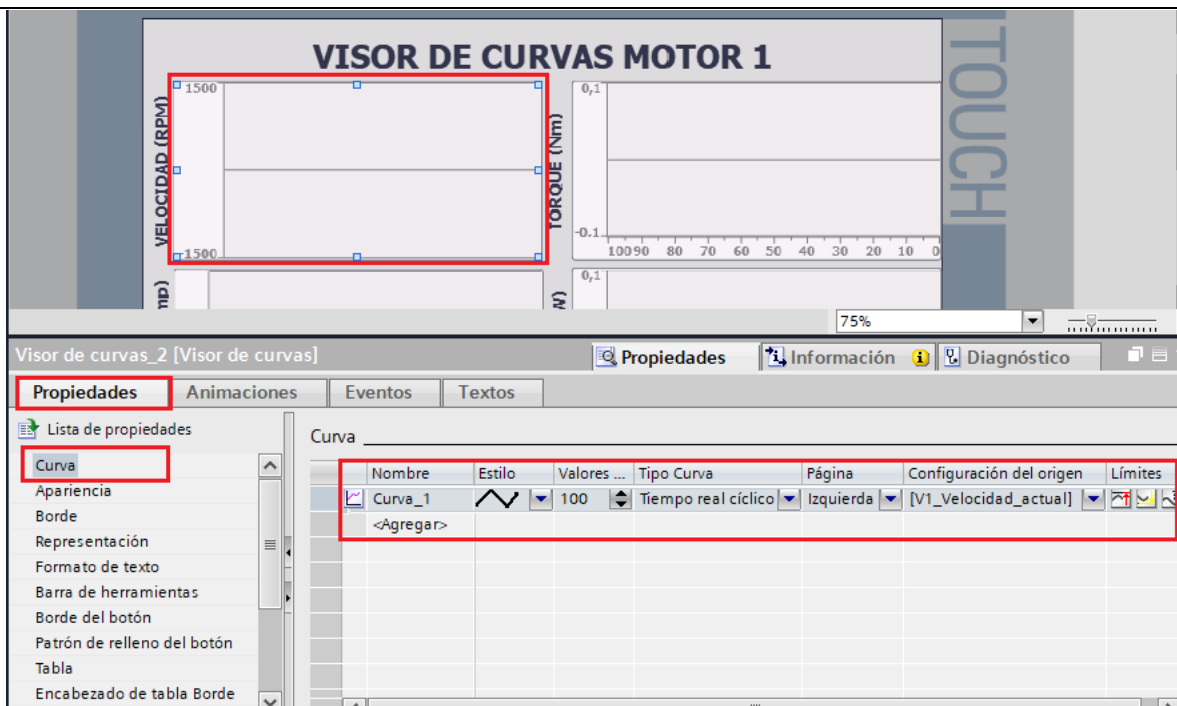

Figura 65. Configuración visor de curvas de Velocidad.
(3) Configurar la variable para cada visor de curvas.
- En “Configuración de origen” seleccionar la variable del PLC “V1_Velocidad_actual” (ver Figura 65).